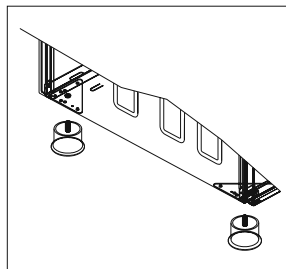
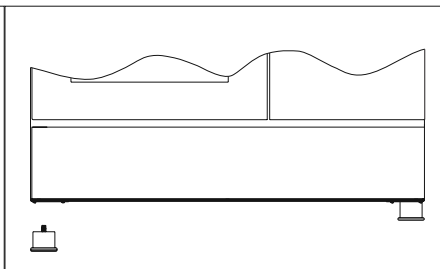

Figure 10
Figure 11
1. Les vis d'installation des pieds sont positionnées en dessous du four (figure 10) Des écrous de fixation sont situés sur ces vis dans le but de fixer les pieds. (figure 11)